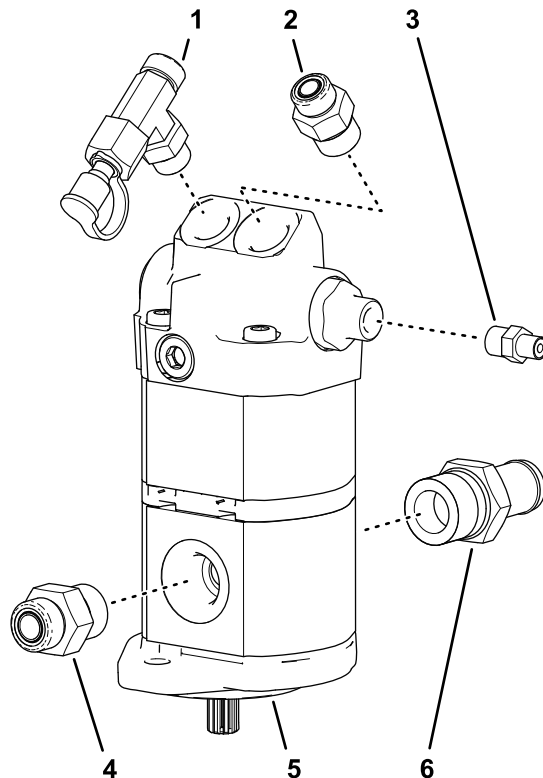

Figura 108
1. Instale el acoplamiento en T, el acoplamiento de prueba y el tapón que retiró en el paso 2 de Retirada de los acoplamientos hidráulicos de la bomba (página 43) en el orificio superior derecho de la bomba hidráulica nueva (Figura 108).
2. Instale el acoplamiento recto (7/8" x 13/16") en el orificio superior izquierdo de la bomba hidráulica (Figura 108).
4. Instale el acoplamiento recto (1/4" x 1/4") en el acoplamiento del orificio de la bomba hidráulica, como se muestra en la Figura 108.
5. Instale el acoplamiento recto (5/8" x 3/4") en el cuerpo de la bomba hidráulica, como se muestra en la Figura 108.
7. Instale el acoplamiento dentado en el cuerpo de la bomba hidráulica (Figura 108).